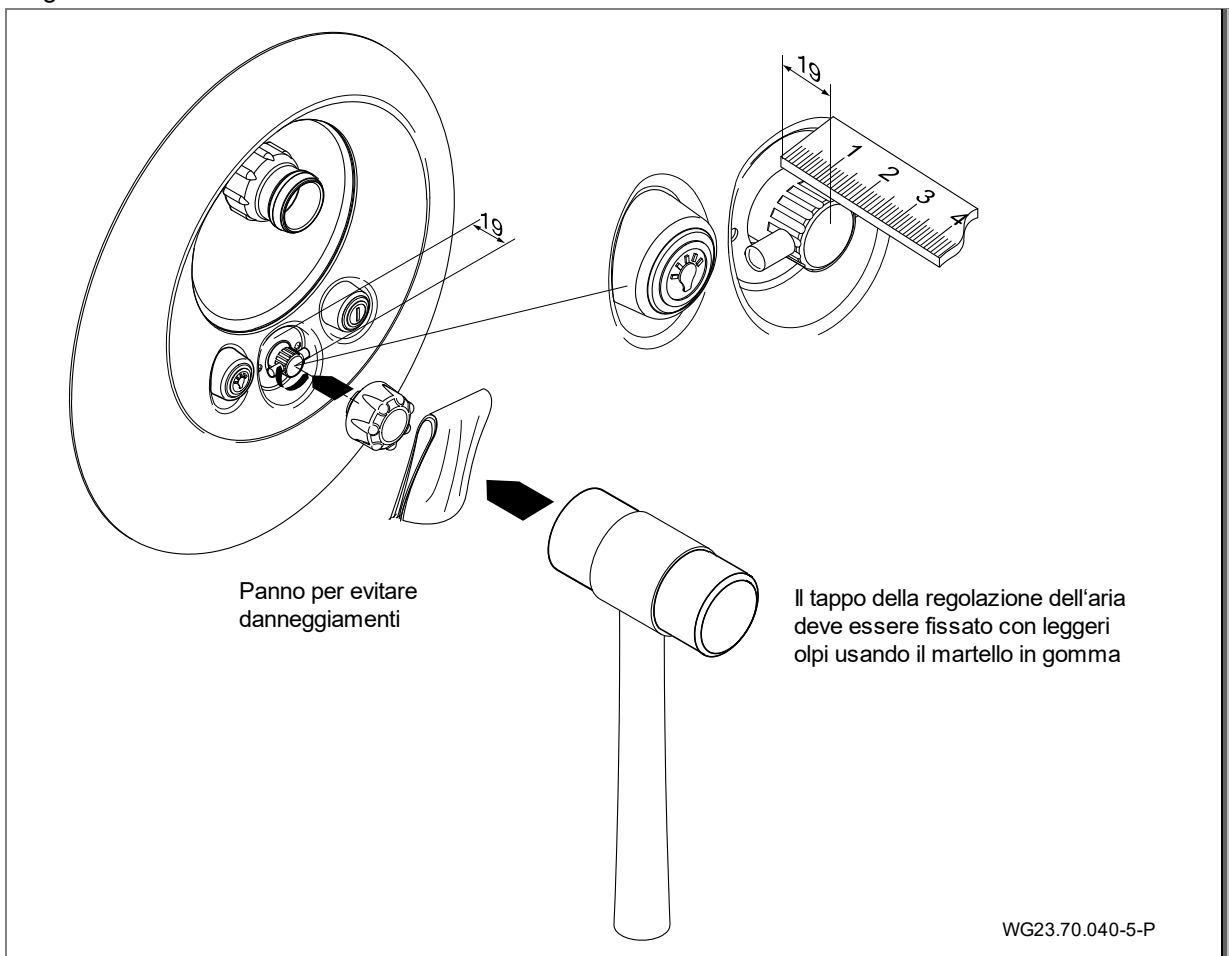

Fig. 22
11. Fissare il tappo per la regolazione dell'aria. (Fig. 22)
12. Collegare la pompa Jet (92) con la metà dei raccordi a vite (98, 99, 100), il profilo angolare in gomma (79) e i relativi morsetti (75) sul lato di aspirazione e di mandata al corpo da murare (1).